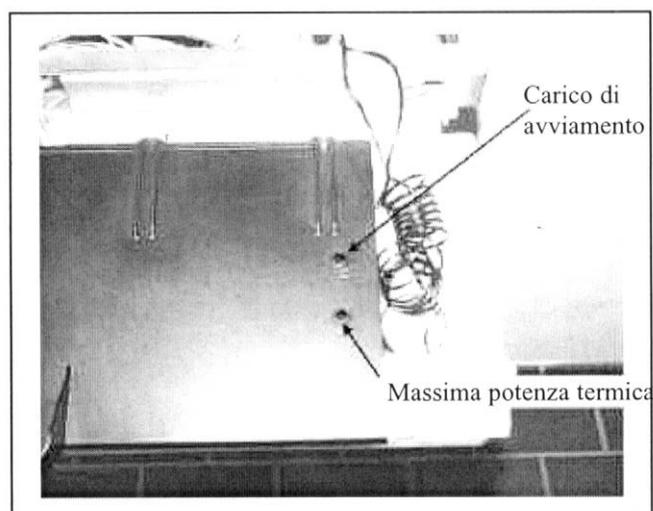

Fig.20
- Ruotare il potenziometro "mass. potenza termica" (fig. 20).
- Tarare il potenziometro di "mass. potenza termica" (vedi fig. 20) sulla massima potenza (ruotare in senso orario fino all'arresto).
- Impostare successivamente il potenziamento "mass. potenza termica" (fig. 20) sulla potenza minima (ruotare in senso antiorario fino all'arresto).